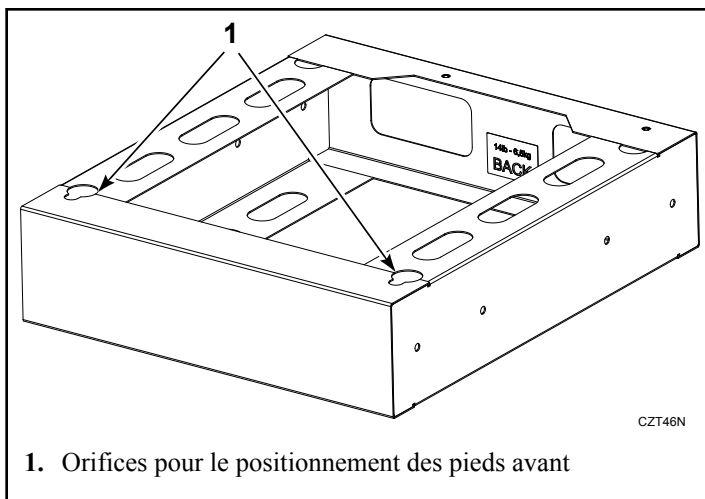

Figure 24
8. Déplacez le séchoir avec précaution dans la position correcte sur le châssis. Les pieds avant doivent s'insérer dans les orifices ronds du châssis, voir *Figure 24*.